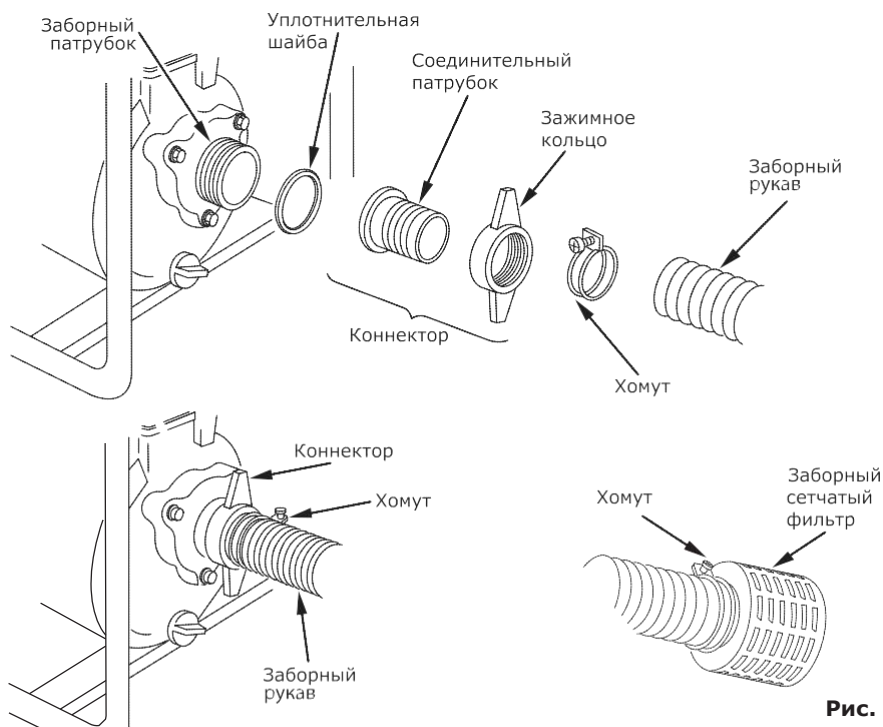

Рис. 6
- подсоедините заборный сетчатый фильтр к заборному шлангу при помощи хомута (рис. 6).